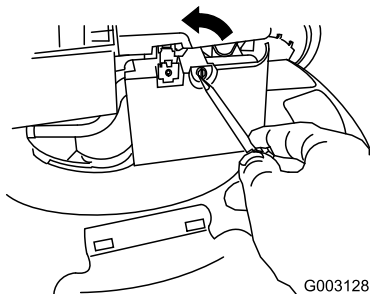

Bild 42
2. Öffnen Sie die Luftfilterabdeckung mit einem Schraubenzieher (Bild 42).